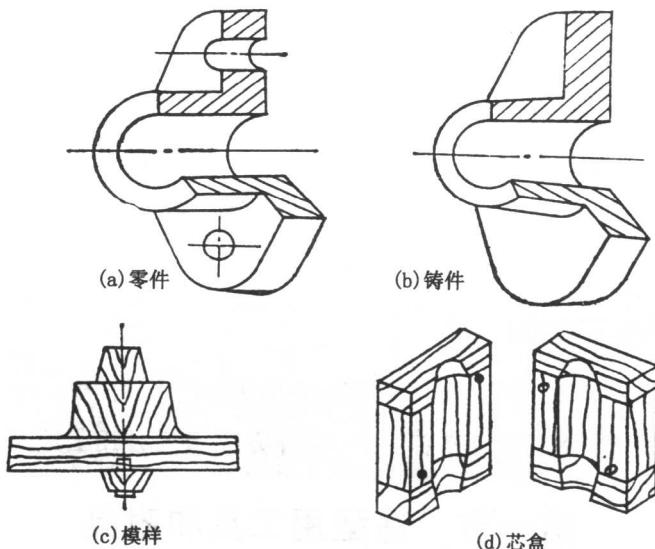

图 2-1 压盖铸件与模样结构
1. 模样结构:模样的结构由铸件大小、结构、产量及采用的造型方法不同而决定的,图 2-1 以压盖铸件为例,分析铸件与模样间的关系。